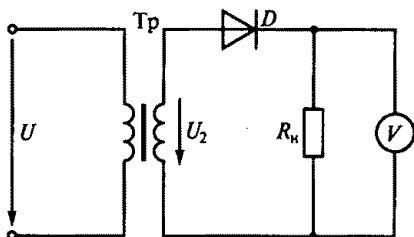

Рис. 194
8.1. Какое напряжение U_0 покажет вольтметр магнитоэлектрической системы на рис. 194, если $U_{2\text{max}} = 282$ В?